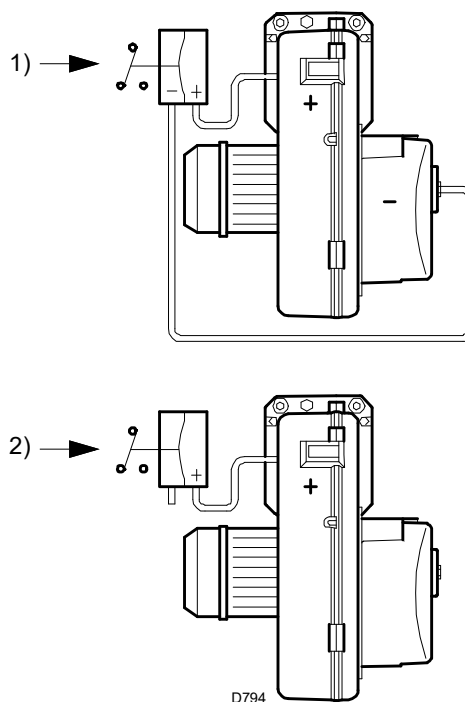

Fig. 30
El presostato aire está conectado de modo diferencial 1)(Fig. 30), es decir que es solicitado ya sea por la depresión como por la presión generadas por el ventilador. De este modo, el quemador puede funcionar incluso en cámaras de combustión en depresión y con otras relaciones de modulación: potencias MÍN / MÁX de hasta 1/6. En este caso, el presostato de aire no precisa de ninguna regulación y su función se limita al control del funcionamiento del ventilador.
En aplicaciones civiles debe eliminarse el conducto procedente de la aspiración del ventilador, véase 2)(Fig. 30), y regular el presostato del modo siguiente.
Presostato aire conectado como en 2)(Fig. 30)
- Retirar el tubo de conducción de aire hacia el presostato en el lado positivo (+)(Fig. 30 en la pág. 25)